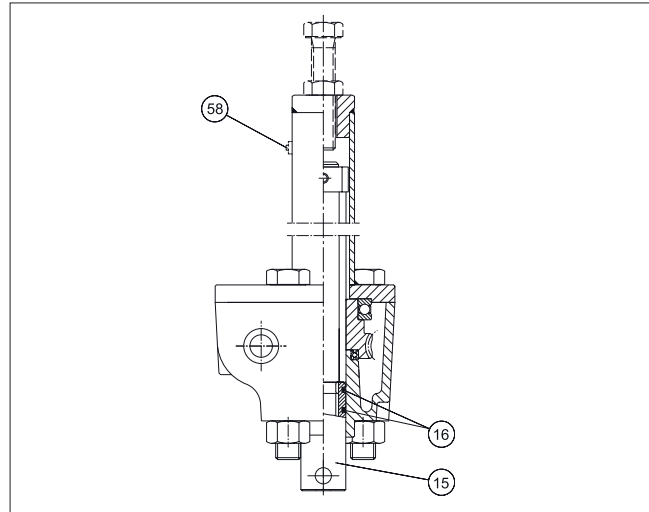

Abb. 25 Manuelle Übersteuerung
Wenn der Dichtungsschieber (15) mit den O-Ringen (16) im Innern des Zylinders positioniert ist, entweicht etwas Luft durch das Spindelgewinde und das Überdruckventil (58). Das heißt: Wenn das Ventil bei Druckluftausfall von Hand in die geöffnete Stellung gebracht wurde und der Luftdruck wiederhergestellt ist. Um die Leckage zu stoppen, stellen Sie die Handübersteuerung in die geschlossene Stellung. Siehe Abb. 25.